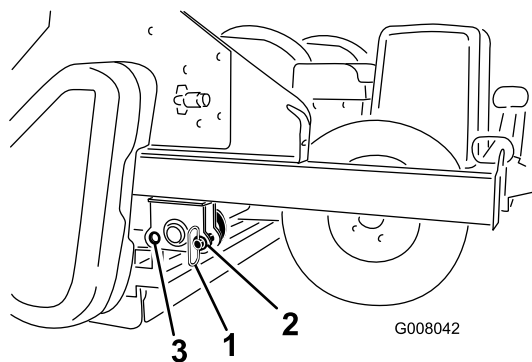

Рисунок 16
1. Извлеките стояночные штифты из задних отверстий (Рисунок 16).
2. Медленно опускайте обработчик до опоры на задний валик и шины. Установите стояночные штифты в передние отверстия (Рисунок 16).